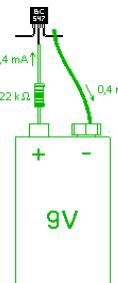

Fig. 2
- Par contre, entre B et E il y a un court-circuit. Si on veut faire passer un courant précis entre B et E, il faut utiliser une source de tension et une résistance (fig. 2).